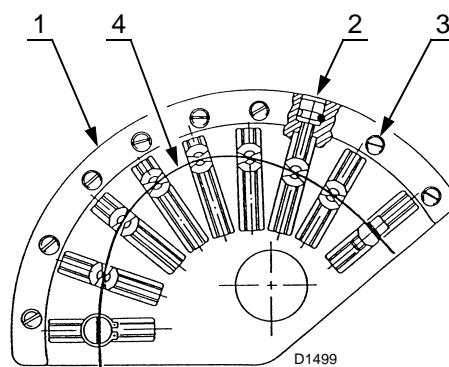

Fig. 32
Agire sui registri filettati 2)(Fig. 32) dopo aver allentato le viti 3).
Legenda (Fig. 32)
- 6 Procedere alla taratura della portata d'aria mediante la regolazione della camma a profilo variabile agendo sulle viti 2)(Fig. 32).
- 9 A regolazione ottimale raggiunta, ricordarsi di bloccare le viti di regolazione dei profili delle camme per mezzo delle viti 3)(Fig. 32).
Variare in progressione il profilo iniziale della camma 1)(Fig. 32) agendo sulle viti 2)(Fig. 32).
Per una migliore ripetibilità di regolazione avere l'avvertenza di fermare la rotazione del gruppo camme quando il cuscinetto superiore che scorre sul profilo 4)(Fig. 32) si trova allineato con una delle viti di regolazione 2)(Fig. 32).
Avvitare o svitare la vite 2)(Fig. 32) prescelta per aumentare o diminuire la portata di aria in modo da adeguarla alla corrispondente portata di gas.
Eseguite le regolazioni delle potenze (massima, minima ed intermedie), è importante bloccare tutte le viti di regolazione dell'aria 2)(Fig. 32) tramite le viti di bloccaggio 3)(Fig. 32) in modo da evitare possibili spostamenti dalle posizioni di taratura aria - gas.